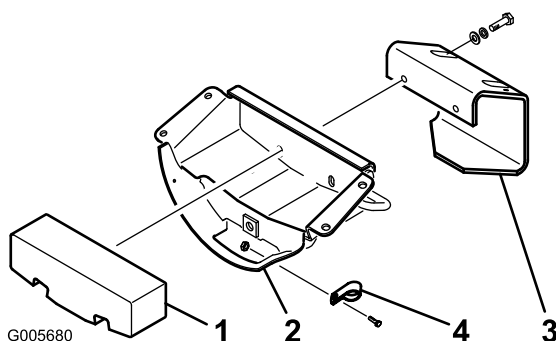

Figura 5
1. Retire ambos os parafusos de capa (1/2 x 3/4 polegadas), anilhas de segurança e anilhas planas que fixam o peso traseiro ao suporte do eixo (Figura 5).